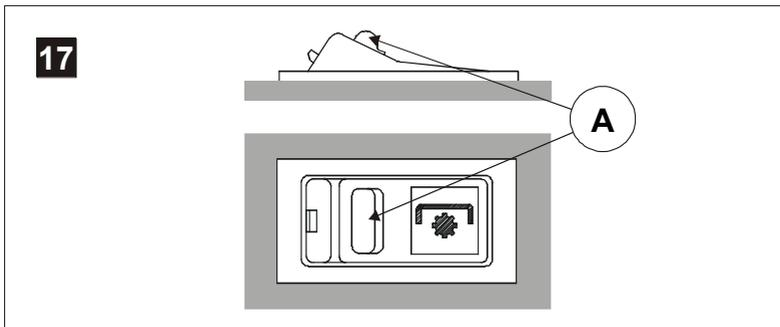

Abb. 17
17. SCHALTER FÜR DIE ZAPFWELLENKUPPLUNG (Abb. 17)
Die Zapfwellenkupplung wird durch den auf der linken Seite des Armaturenbretts befindlichen Knopf eingeschaltet (siehe **Abb. 14**). Der Knopf ist mit einer Sicherheitseinrichtung zum Schutz vor unbeabsichtigter Einschaltung ausgestattet; bevor Sie den Knopf betätigen, bewegen Sie daher den Hebel **A** wie in **Abb. 17** dargestellt.